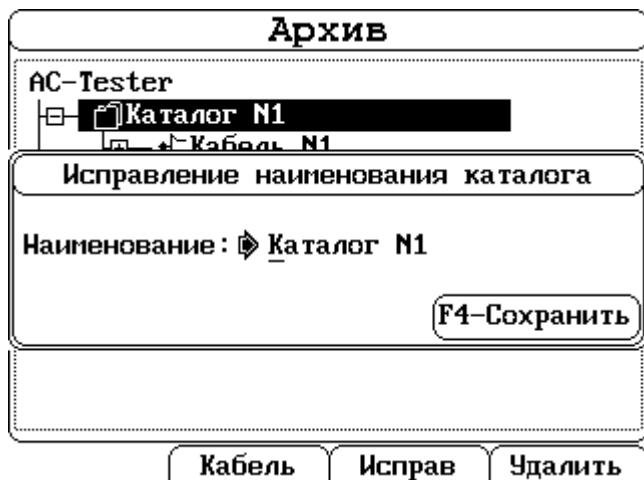

Рис. 3.47 Исправление наименования каталога
Редактирование осуществляется так же как при создании нового каталога, подробнее см. рис. 3.41, рис. 3.47.
- 1) *Редактирование параметров объекта измерения* осуществляется нажатием клавиши «F3»-«Исправ». Редактирование происходит так же как при создании объекта измерения (см. рис. 3.43, рис. 3.47).